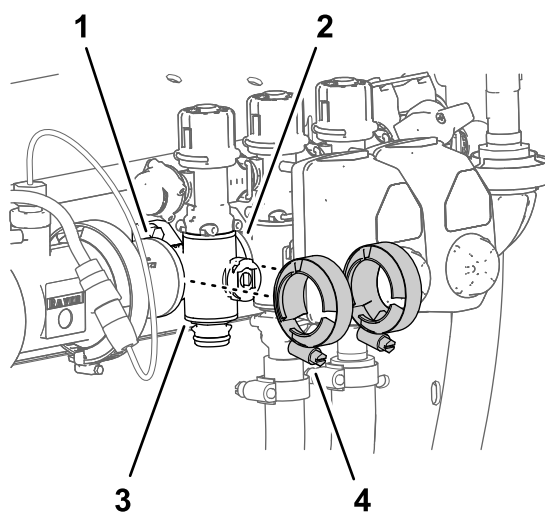

Рисунок 121
3. Снимите 2 фланцевых хомута, которые крепят коллекторный клапан секции к фланцам соседних компонентов (Рисунок 121).